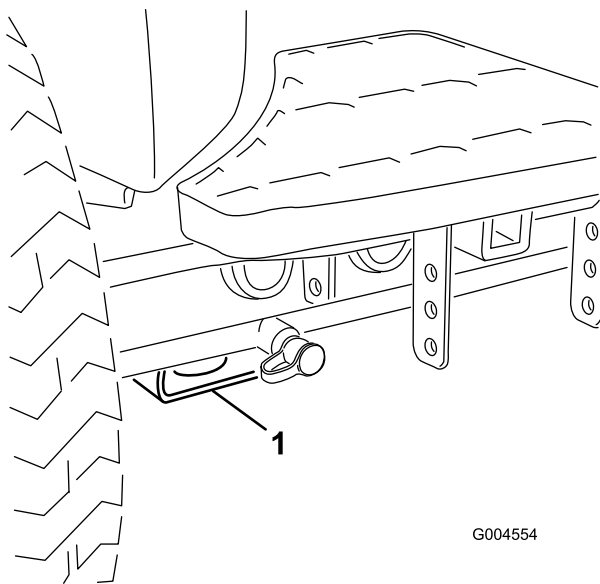

Figure 45
- Avant – patin rectangulaire sous le tube d'essieu, à l'intérieur de chaque roue avant (Figure 45).